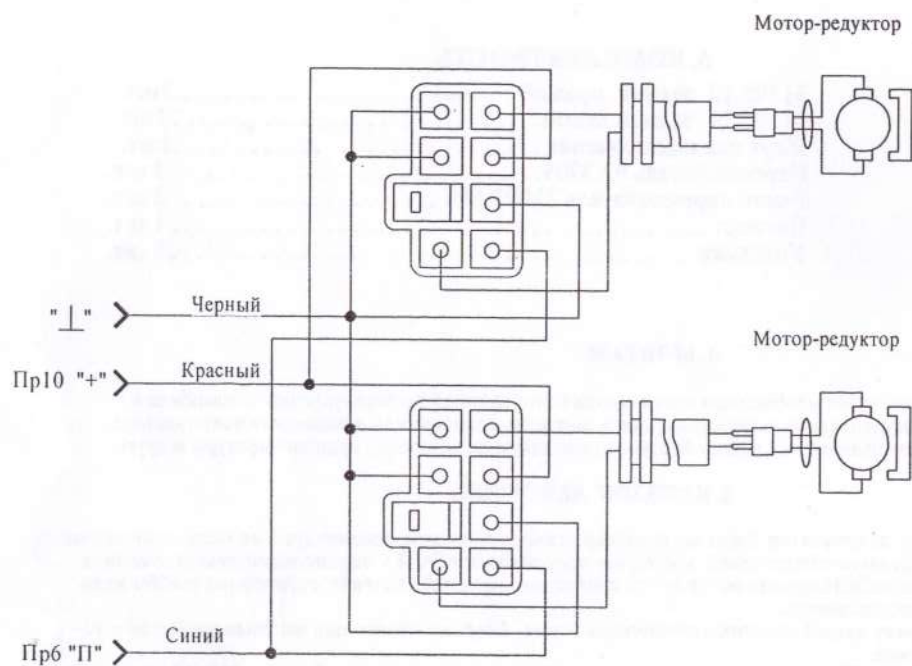

Рис.1
5.7 Выполнить соединения в соответствии со схемой подключения и цветом проводов (см. рис.1).